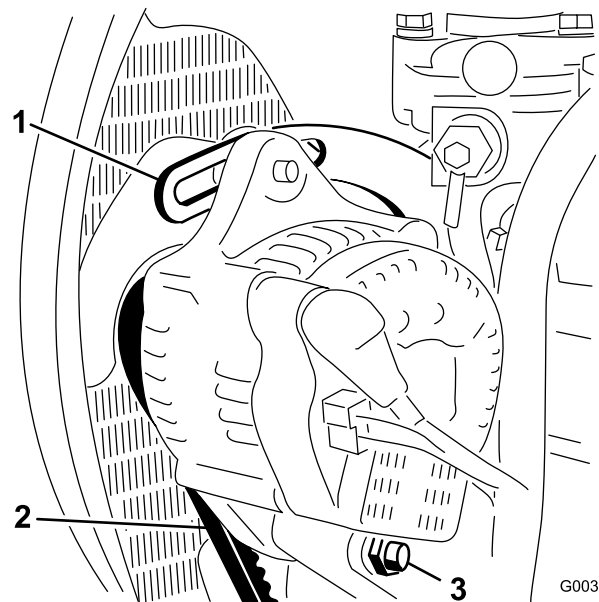

Bild 54
2. Prüfen Sie die Spannung des Lichtmaschinenriemens, indem Sie eine Kraft von 10 kg in der Mitte zwischen der Lichtmaschine und den Riemenscheiben der Kurbelwelle ansetzen (Bild 54).
3. Lockern Sie die Schrauben, mit denen der Bügel am Motor befestigt ist sowie die Schraube, mit der die Lichtmaschine an der Strebe befestigt ist (Bild 54).